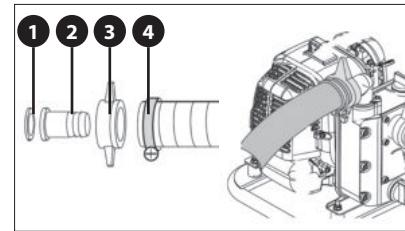

Abb.3, Bestückung der Pumpe mit Schlauchstecker und Schlauchanschluss
► **Installieren Sie auf das Gewinde vom Saug- und Auslaufstutzen den Schlauchadapter in der Reihenfolge 1-4 gem. Abb. 3, d.h.: Dichtung-Schlauchstecker, über den eine Überwurfmutter gezogen ist, die den Schlauchstecker am Saug- und Auslaufstutzen hält. Dann schieben Sie auf den montierten Schlauchstecker den Schlauch mit der entsprechenden Schelle auf, die anschließend fest anzuziehen ist, damit der Schlauch dem Wasserdruck am Ein- und Auslauf standhält, und damit durch Undichtigkeit an der Schlauchverbindung keine Luft in die Pumpe angesaugt wird.**